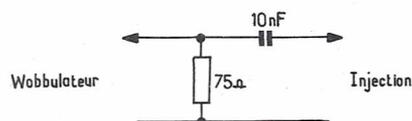

Fig : 9
- Injecter sur la base de T 464 à l'aide de la sonde, figure 9.